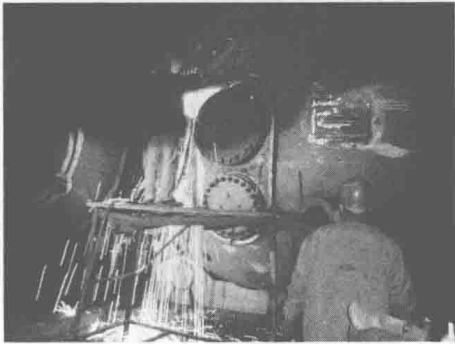

图 1-9 用氧乙炔火焰切割出密封圈位置
2) 进行气割（见图 1-9）或气焊时应戴好护目镜，防止弧光和飞溅物损伤眼睛。